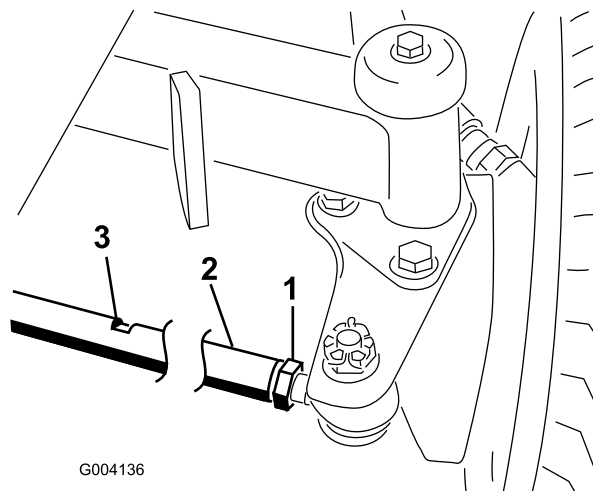

Figure 63
2. Desserrez l'écrou de blocage à chaque extrémité de la biellette (Figure 63).